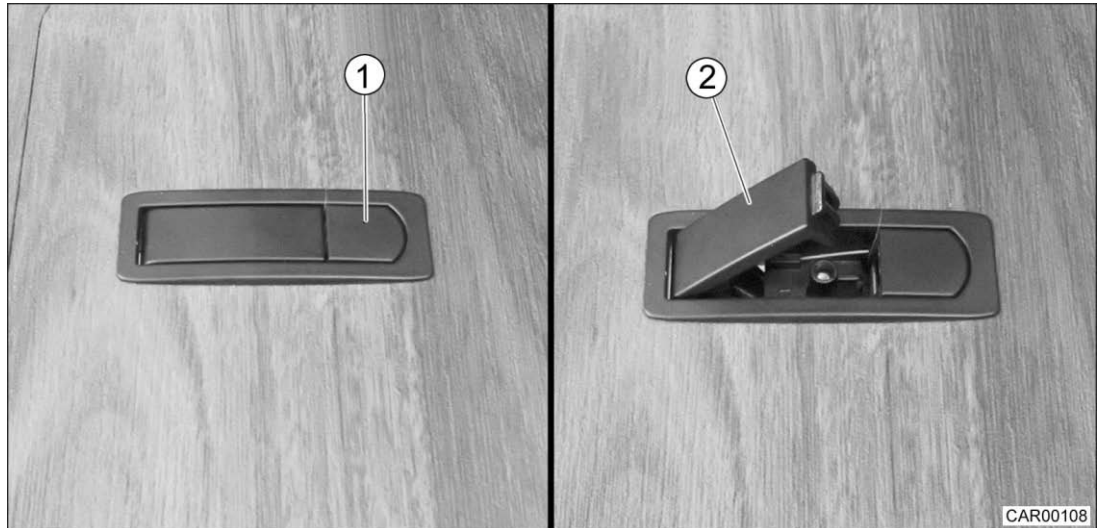

Fig. 95 Fermeture à levier du rangement profondément décaissé
1. Appuyer sur le bouton de déverrouillage (Fig. 95/1). Le levier à poignée (Fig. 95/2) s'ouvre.
1. Fermer la trappe et enfoncer le levier à poignée (Fig. 95/2) avec la main ou le pied jusqu'à ce qu'il encliquette.